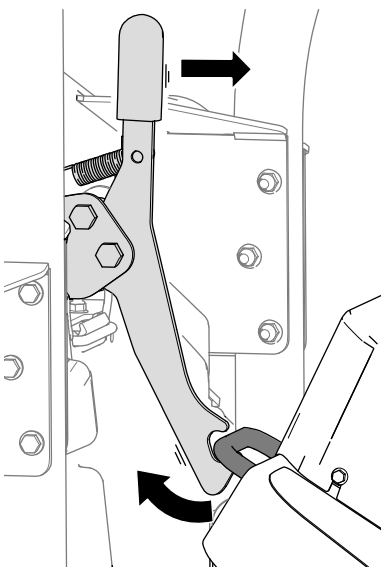

图 41
1. 轻微向前转动滚刀组请参阅图 39 并将门锁手柄向前拉从栓系支架松开滚刀组门锁 图 41。